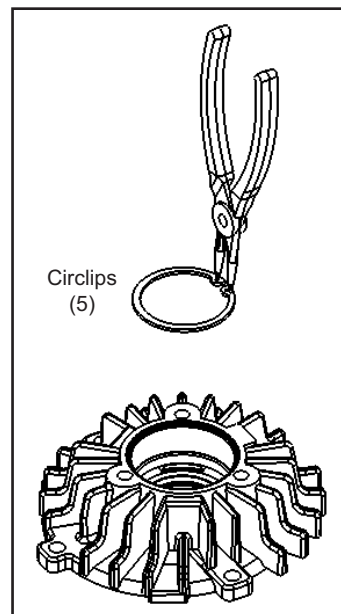

Figure 19
3. A l'aide de pinces à circlips, installez le circlips (5) dans le fond ; voir la figure 19.